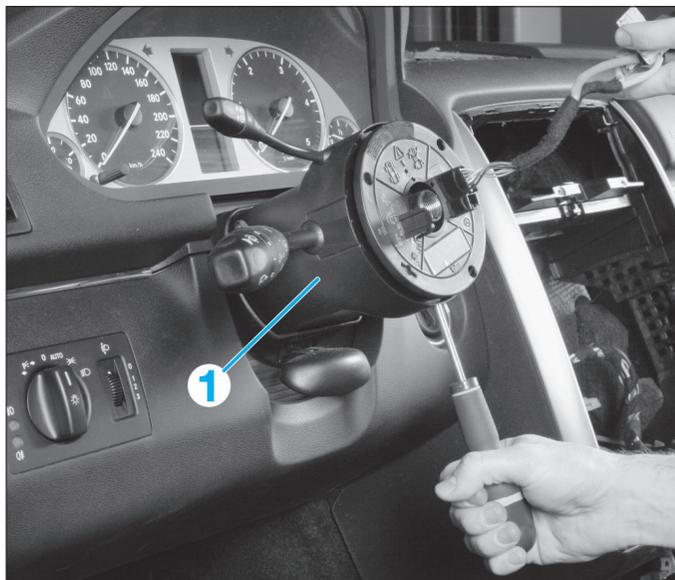

FIG. 3
- Dévisser la vis située sur le côté droit de l'ensemble commodo - contacteur tournant (1). Tirer l'ensemble bien dans l'axe de la colonne de direction (Fig.3).